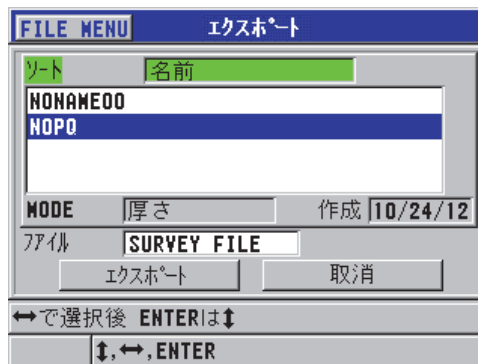

図 11-2 エクスポート画面
4. エクスポート画面で、以下の操作を行います（194 ページの図 11-2 を参照）。